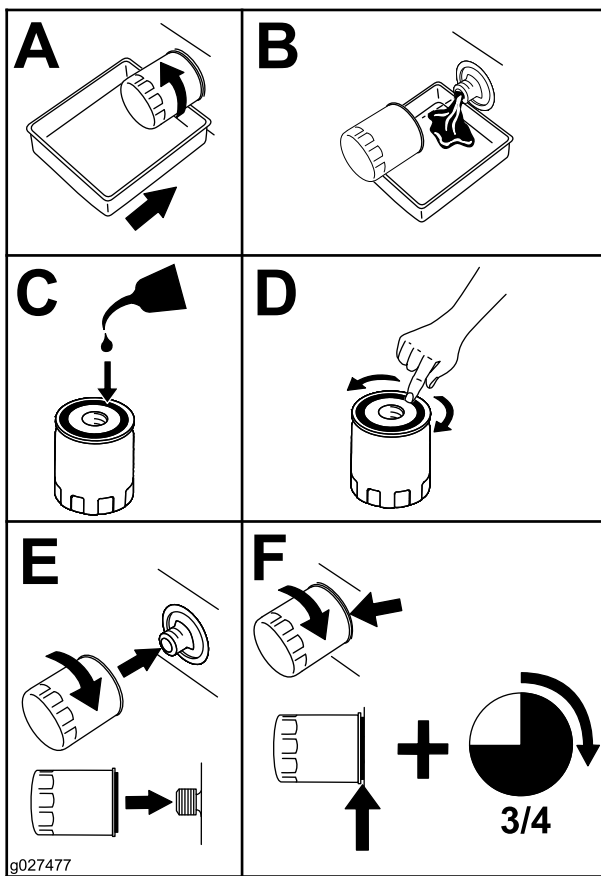

Figura 87
6. Sustituya el filtro de aceite del motor tal y como se muestra en la Figura 87.